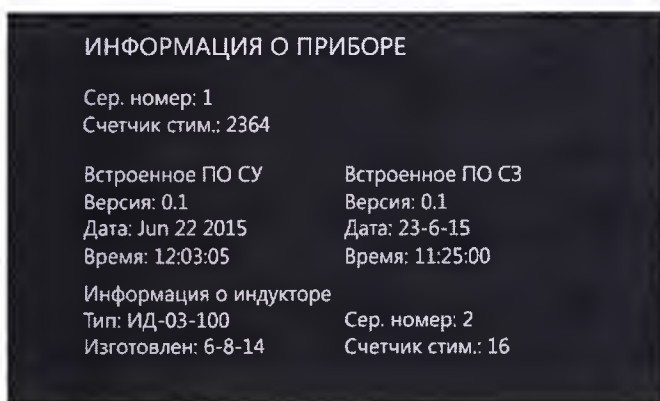

Рис. 11. Меню «Информация о приборе».
- Информация о приборе (рис. 11) – при выборе данного пункта, осуществляется переход в меню, содержащее информацию о стимуляторе и индукторе, если он подключен.